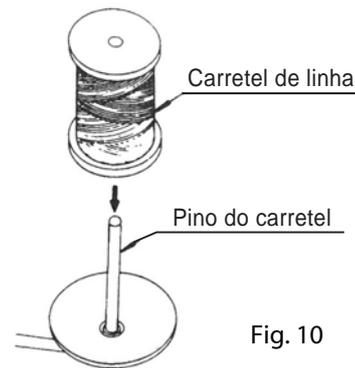

Fig. 10
B. Ao utilizar a linha no carretel, remova o copo de plástico antes de colocar o carretel no suporte (fig. 10).